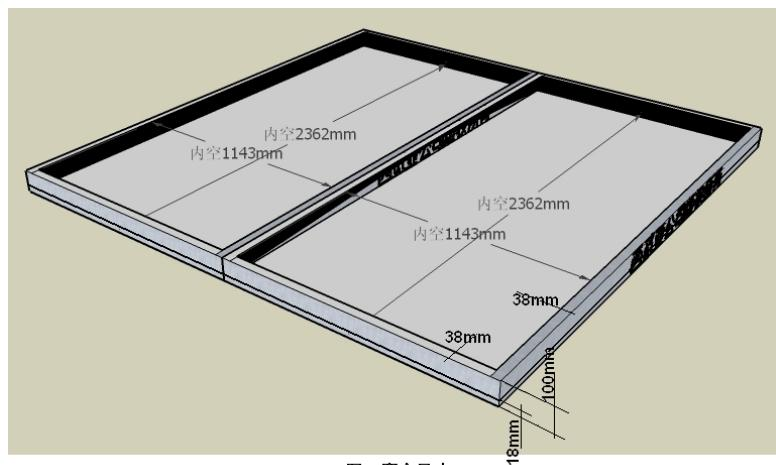

图2 赛台尺寸
3.2.2 单个赛台的内部尺寸长为 1143mm、宽 2362mm，四周装有边框，高为 $77\text{mm}\pm13\text{mm}$ ，厚度为 38mm，赛台底板厚度为 18mm，如图 2 所示。边框内侧为黑色。组装好的赛台边框内高为 $77\text{mm}\pm13\text{mm}$ 。
3.2.4 比赛时两张赛台背靠背放在一起，如图 2 所示。两支参赛队各占一张赛台。参赛队员面向赛台时，赛台左西右东，场地膜上有一个表示方向的标志。为了便于操作，赛台会架高 500~650mm。参赛队自己练习时可以只用一张赛台，称为“半台”。